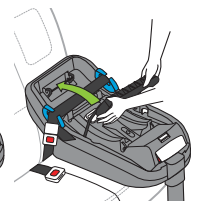

Figure 61b
- Faites pivoter le tendeur de ceinture vers l'arrière du véhicule, comme indiqué à la **Figure 61b**, et en utilisant les deux mains appuyez fermement vers le bas pour verrouiller le tendeur de ceinture.